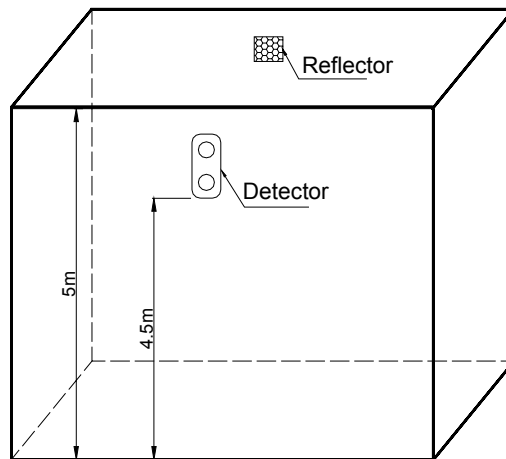

Fig. 4
- a) Quando lo spazio disponibile in altezza non superi i 5m, il rivelatore e la piastra riflettente devono posizionarsi sulle rispettive pareti opposte almeno a 0,5m dal colmo del tetto. Vedi Fig. 4.